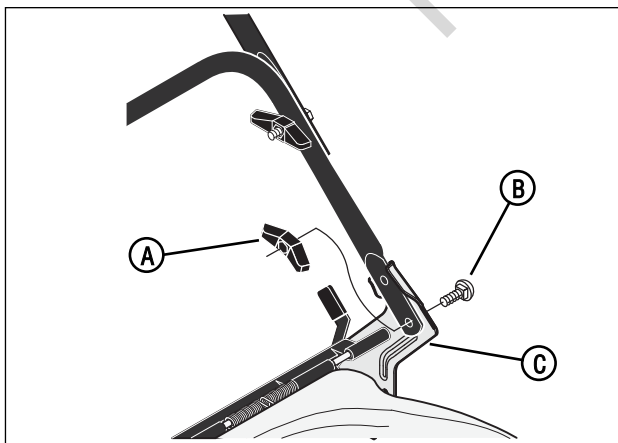

Figura 4: Remoción de los herrajes de ajuste del asidero
1. Remueva las tuercas de orejas (A, Figura 4) y los pernos (B) de los soportes (C) derecho e izquierdo del asidero.